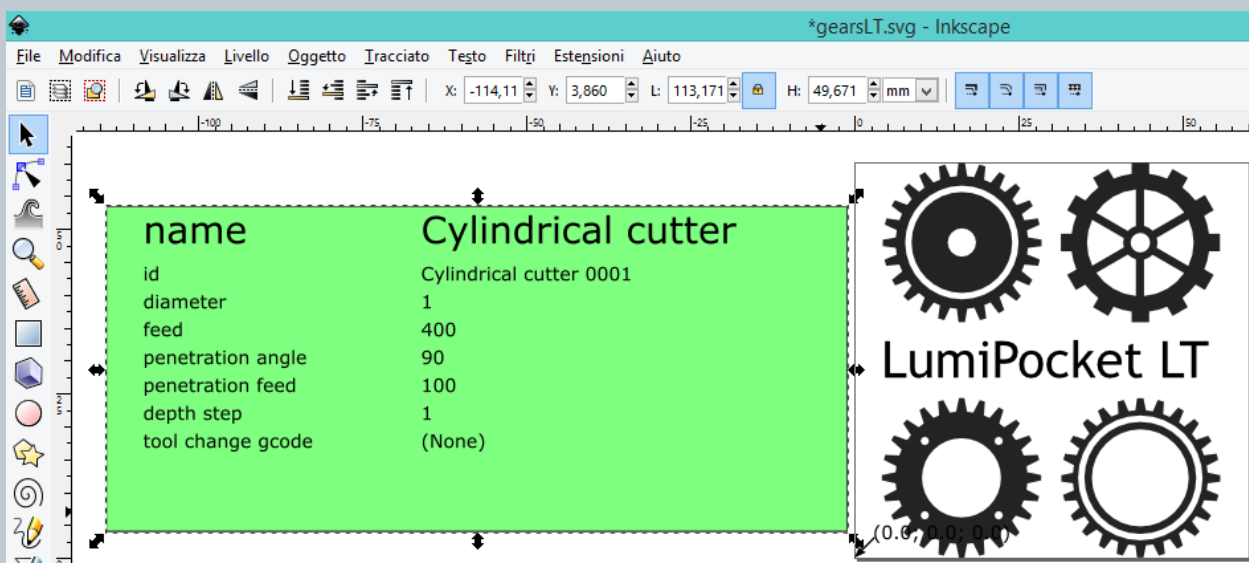

Fig. 52
- Dalla barra degli strumenti a sinistra, scegliere la funzione “Crea e modifica gli oggetti testuali” (tasto di scelta rapida F8) posizionarsi sulla colonna di destra alla voce “diameter” e digitare 1. Cliccare con il mouse al di fuori dalla tabella per salvare la nuova impostazione. (vedi Fig. 52)